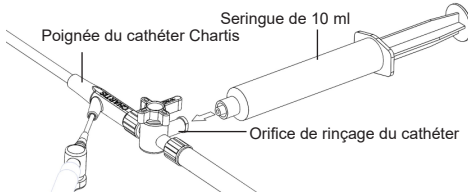

Figure 3 : Connexion à l'orifice de rinçage du cathéter
- Rétracter le piston de la seringue de 10 ml et connecter celle-ci à l'orifice de rinçage du robinet à trois voies. Voir la figure 3 ci-dessous.